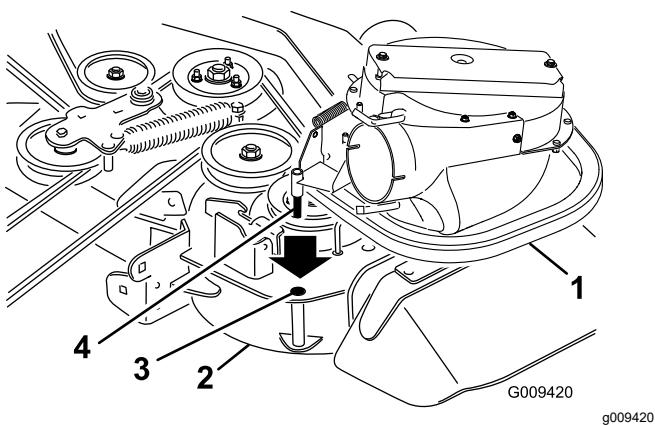
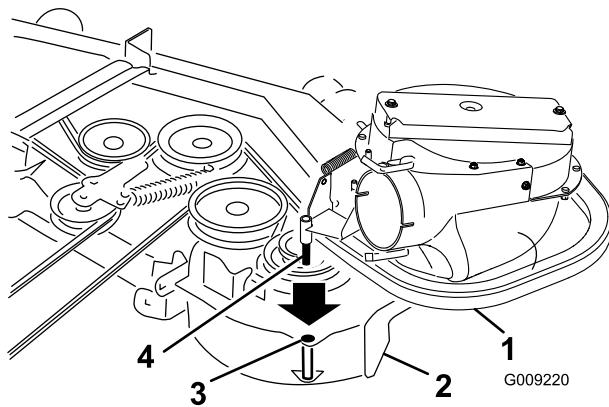

Bild 17
Bild 18
- Schieben Sie den Gebläsestift in das Drehzapfenloch (Bild 17 oder Bild 18).